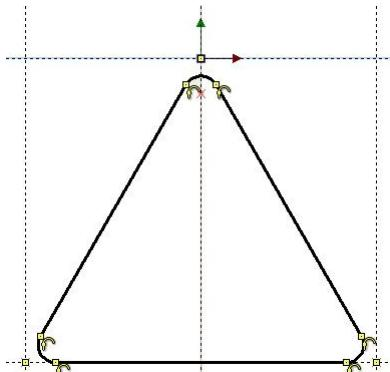

Рис. 1.6 – Создание 3D профиля груза
1.8.3 Верхняя точка треугольника K находится в координатах 0,0. Зная длину стороны  $b$  равностороннего треугольника KLM, вычислите по теореме Пифагора координаты  $x$  и  $y$  ( $x$  – горизонтальная ось,  $y$  – вертикальная) его нижних точек L и M. Затем проведите вспомогательные прямые через эти координаты, как показано на рис. 1.6. Для этого кликните на горизонтальную прямую левой кнопкой мыши. Появится связанная с ней копия. Укажите расстояние между прямыми  $-y$ . Аналогично сделайте связанные копии вертикальной прямой на настоящий  $x$  и  $-x$ .